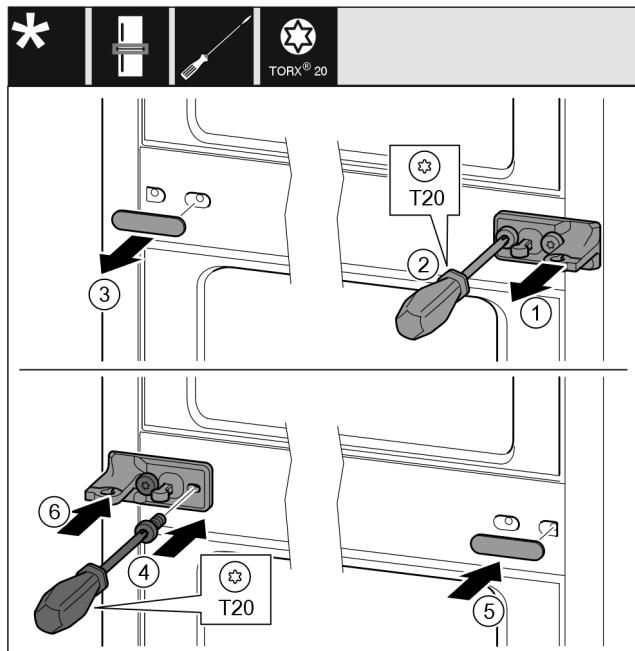

Fig. 21
- ▶ Skinite podložnu pločicu. Fig. 21 (1)
- ▶ Odvijačem T20 odvijte vijke. Fig. 21 (2)
- ▶ Oprezno skinite pokrov. Fig. 21 (3)
- ▶ Čvrsto zavijte podložak ležaja s folijom okrenuto za 180 ° na drugoj strani. Fig. 21 (4)
- ▶ Postavite pokrov okrenut za 180° na drugoj strani. Fig. 21 (5)
- ▶ Nataknite podložnu pločicu s prednje strane. Fig. 21 (6)